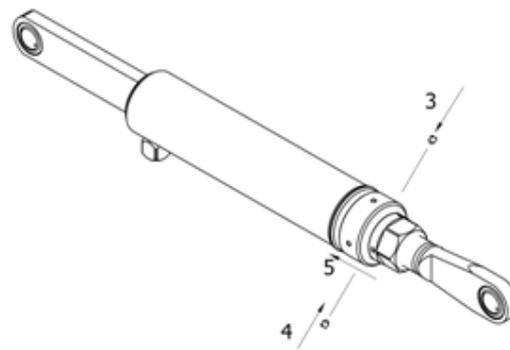

Figura 43. Tope y su tornillo de bloqueo
2. Incline el puente hacia abajo y mida el ángulo (ítem 5, Figura 43). Ajustar a 10° como máximo.
5. Apretar el tornillo de bloqueo en el tope (5). Véase Figura 43. Zepro recomienda fijar los tornillos con Loctite 243 o un sellador similar.